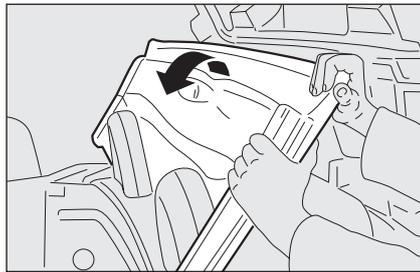

fig. 69
- sollevare la capote ed adagiarla sulla traversa anteriore controllando che i ganci delle serrature siano aperti in posizione verticale **fig. 69**;